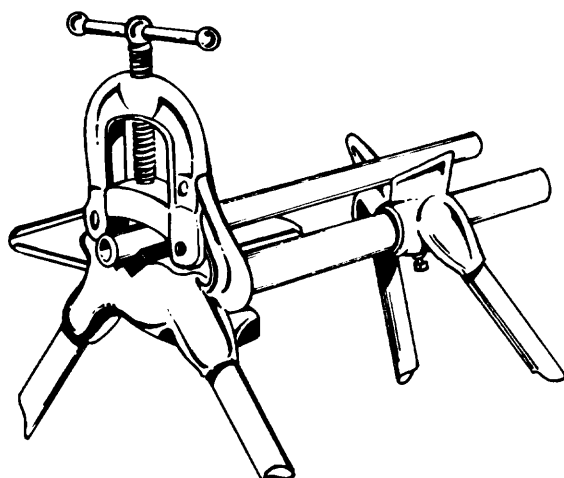

Fig. 9
*Prensa tipo caballete*, (figs. 9 y 10): este tipo de prensa proporciona un apoyo mejor que el trípode para trabajar tubos largos. El modelo de quijada viene en dos tamaños (1/8" - 2 1/2") (1/8" - 3 1/2") y el de cadena en un solo tamaño que comprende de 1/8" a 5".